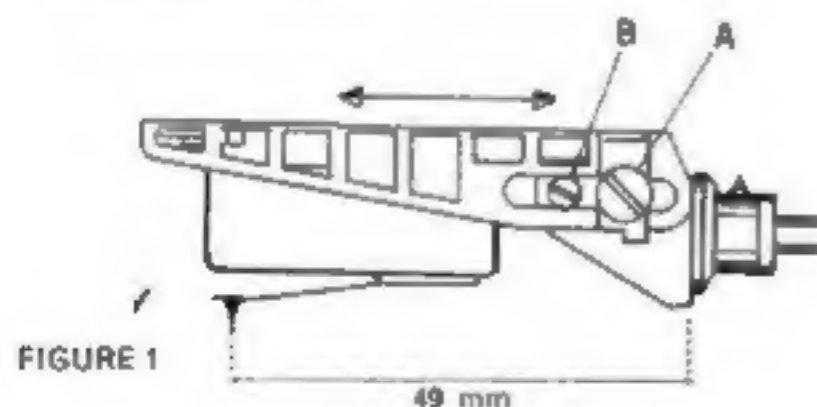

FIGURE 1
La nouvelle tête amovible TP-50 permet le réglage **successif** de l'angle de lecture vertical et de la longueur du bras lecteur pour assurer une lecture optimum des disques (Fig. 1).
- Desserrer légèrement les deux vis A de chaque côté de la tête amovible et la petite vis B (voir Fig. 1).
Der neue, patentierte Tonkopf TP-50 ermöglicht zuerst die Einstellung des vertikalen Abtastwinkels und anschliessend die Längenverstellung des Tonarmes, damit eine optimale Abtastung der Schallplatten erreicht wird (Fig. 1).
- Loosen slightly the two screws A on both sides of the shell and small screw B (see Fig. 1).
Cette distance est optimum (210 mm) lorsque la pointe de lecture se trouve à 49 mm de la surface arrière verticale de la tête amovible (voir Fig. 1). (Dépassement de 20 mm par rapport à l'axe du plateau tourne-disques.)
Dieser Abstand ist optimal (210 mm), wenn sich die Abtastspitze 49 mm von der äusseren Fläche der Rückseite des Tonabnehmerkopfes entfernt befindet (siehe Abb. 1).
The optimum lateral length (Stylus tip to arm pivot) of 210 mm is obtained when the stylus tip is at a distance of 49 mm (1 15/16") from the rear vertical surface of the plug-in shell (Overhang of 20 mm or 3/4"). (See Fig. 1.)